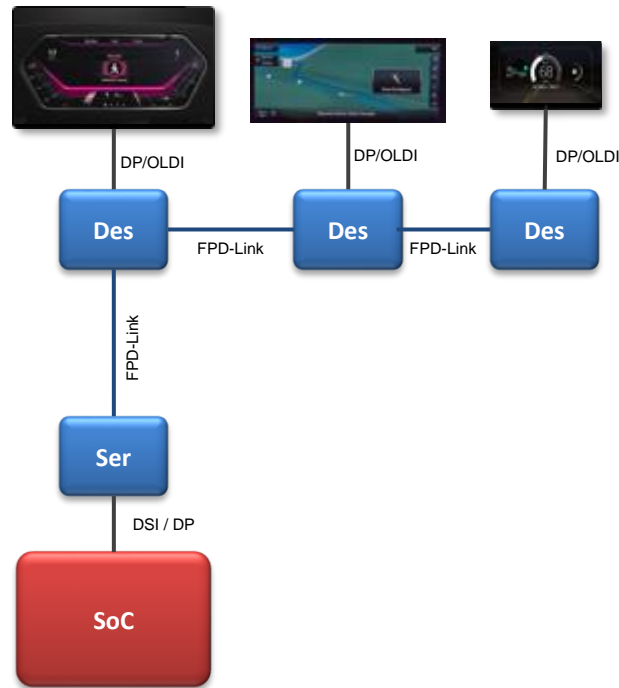

图 6. 菊花链拓扑图
- Daisy Chain:** 现代汽车，尤其是新能源车和高端车型，通常配备多个屏幕，在多显示屏系统中，菊花链是比较重要的应用。菊花链可以支持 SOC 单接口输出，驱动多个显示器或音频处理模块。同时解决了每个屏幕都用独立线缆与主机相连导致线束复杂、沉重、昂贵的问题。其拓扑图如图 6 所示：